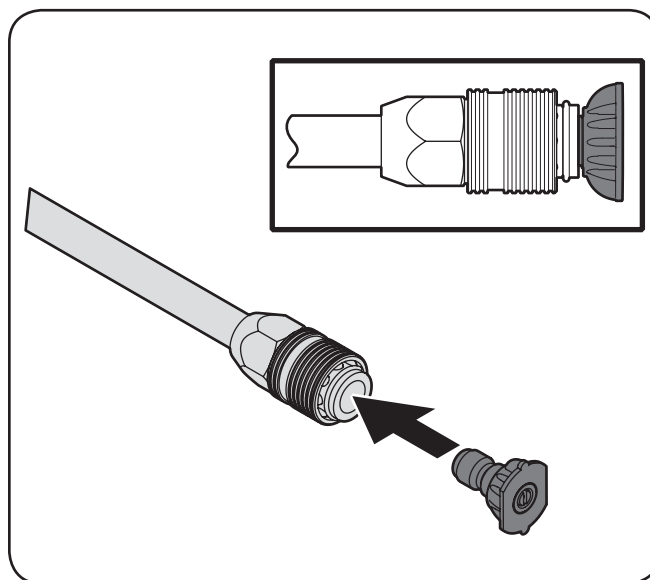

Figura 3-7
- Coloque la boquilla de rociado deseada en el extremo del conjunto de la manija de rociado como se indica en la Figura 3-7. Sólo debe alinear la punta en el extremo de la manija de rociado y empujar. Hará clic en su lugar. Consulte la Figura 3-7.